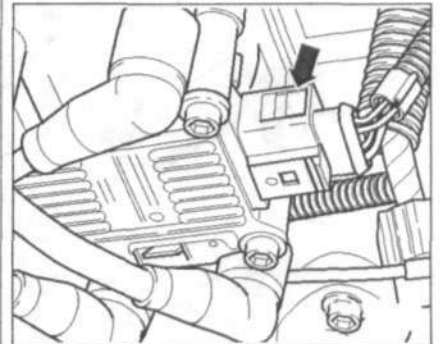

Рис. 4.10. Отсоедините четырехконтактный разъем проводки от катушки зажигания (стрелка).
4. Отсоедините четырехконтактный разъем проводки от катушки зажигания (стрелка) (рис. 4.10).